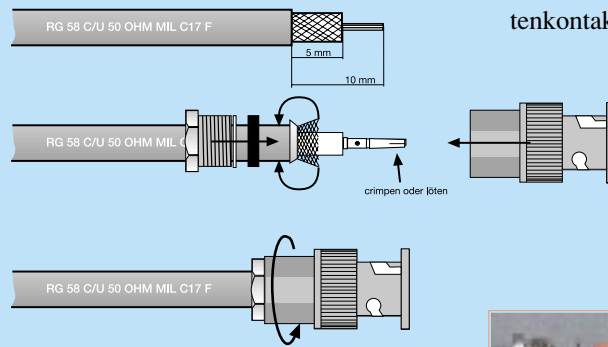

Bild 12: Montage für BNC-Stecker mit Schraubmontage
1. Aufschieben der Schraubhülse und der beiden Distanzscheiben (erst Metall, dann Gummi) und Abisolieren des Kabels (Abbildung 12).
2. Aufschieben des konisch zulaufenden Rings bis zur Isolation und Aufspreizen sowie Umbiegen und Überstreifen des Abschirmgeflechts über den Kabelmantel (in Abbildung 12 zur besseren Anschaulichkeit noch nicht komplett nach hinten gelegt). Verlöten des Mittenkontakts auf dem Innenleiter.